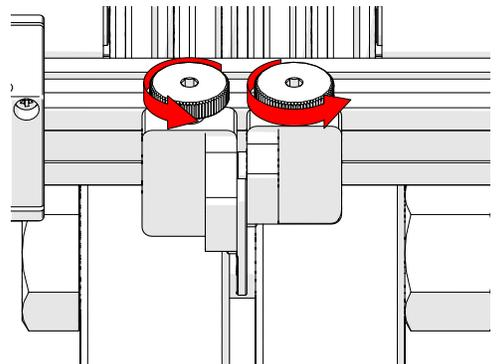

Fig. 25 - Loosen knobs
2. Loosen the flange scanner guide knobs (Fig. 25).